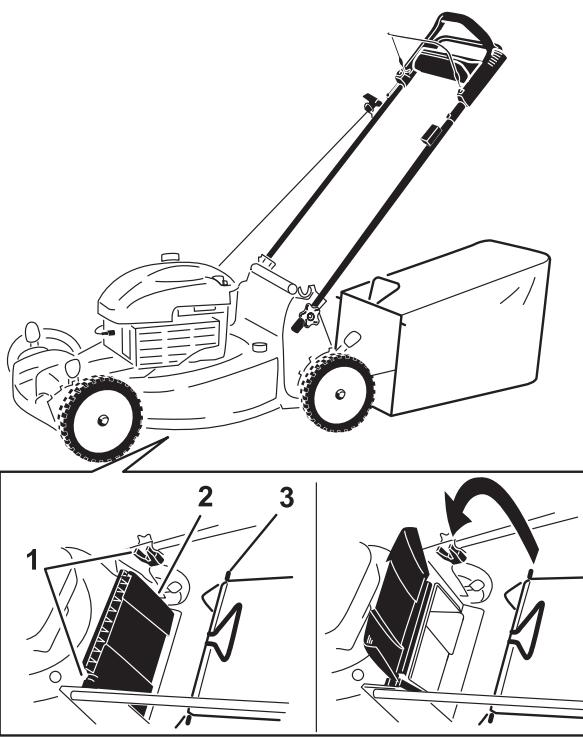

Figure 18
- Soulevez le déflecteur arrière et gardez-le dans cette position (Figure 18).
2. Montez le bac à herbe en veillant à placer les ergots dans les crans du guidon (Figure 18).